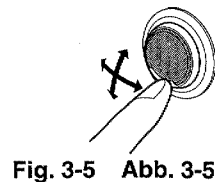

Fig. 3-5 Abb. 3-5
- Changing the direction of tweeter (Fig. 3-5)
- Modification de l'orientation du haut-parleur d'aigus (Fig. 3-5)
- Ändern der Richtung des Hochtöners (Abb. 3-5)